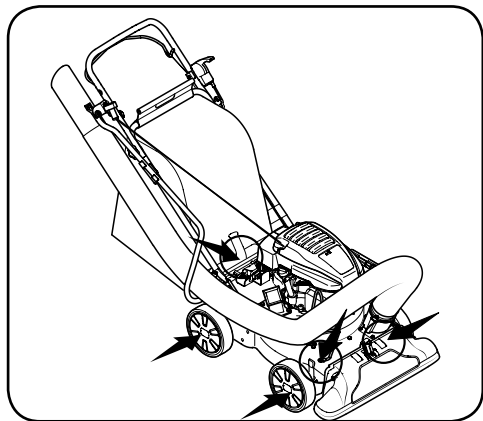

Рисунок 7-1
4. Один раз в сезон смазывайте расположенный в верхней части сопла рычаг переключения между соплом и шлангом жидким маслом. См. рисунок 7-1.